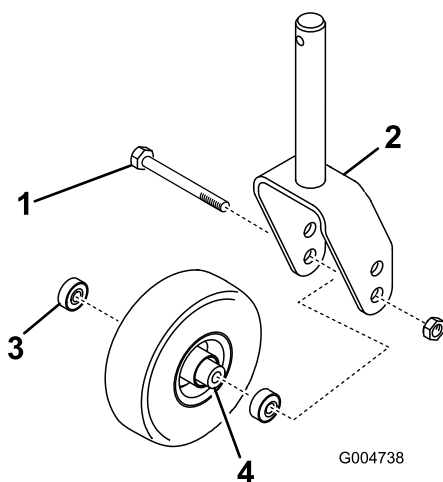
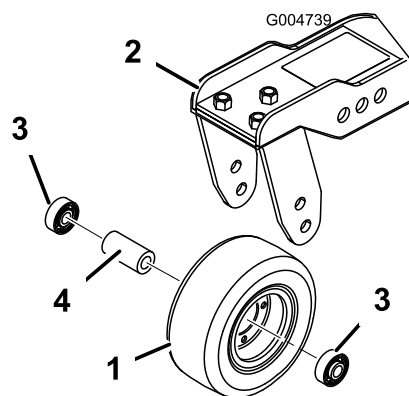

Figure 89
Figure 90
1. Retirez le contre-écrou du boulon vis de fixation de l'ensemble roue pivotante entre la fourche (Figure 89) ou le bras pivotant (Figure 90). Maintenez la roue pivotante et sortez le boulon de la fourche ou du bras pivotant.
2. Enlevez le roulement du moyeu de la roue et laissez tomber la douille d'écartement à l'extérieur (Figure 89 et Figure 90). Enlevez le roulement de l'autre côté du moyeu.